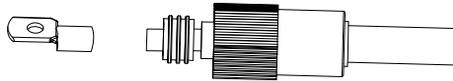

Abb. 3.4
b) Setzen Sie den Gummiring auf (siehe Abb. 3.4).